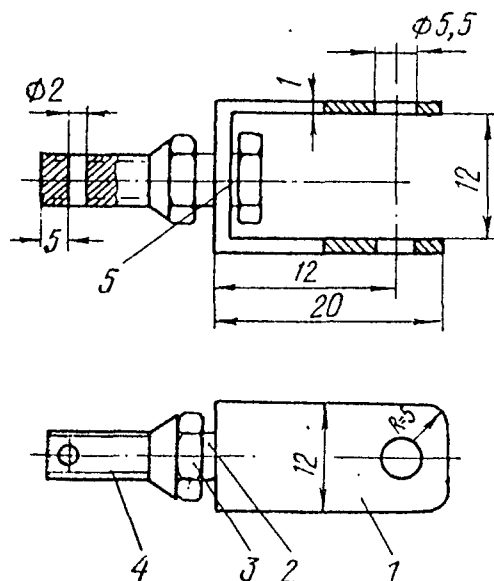

Рис. 6.13 Узел крепления пружины подлокотников кресел пилотов:
- снимите пружину 18 вместе с двумя скобами 1 (рис. 6.13).
- вставьте один конец пружины 18 в отверстие $\varnothing 2$ мм винта 4 (рис. 6.13);
- вставьте скобу 1 (рис. 6.13) с пружиной в трубу 19 (рис. 6.9) и соедините скобу 1 (рис. 6.13) с колесом 17 (рис. 6.9) при помощи валика. Зашплинтуйте валик;